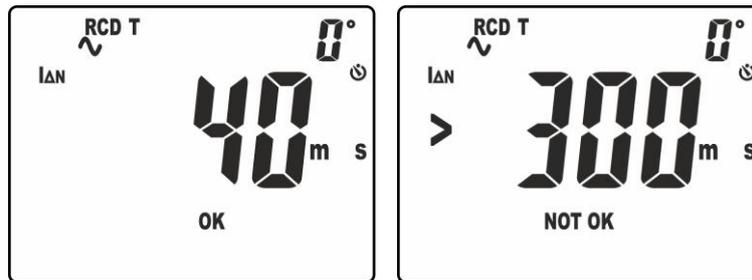

Fig. 35: Tempo di intervento in modo manuale a $I_{\Delta n}$
- 10. Il risultato della misura corretto è mostrato a display (vedere Fig. 35 – parte sinistra) con indicazione “OK”
- 11. Il risultato della misura incorretto è mostrato a display (vedere Fig. 35 – parte destra) con indicazione “NOT OK”. Un breve suono continuo è emesso dallo strumento